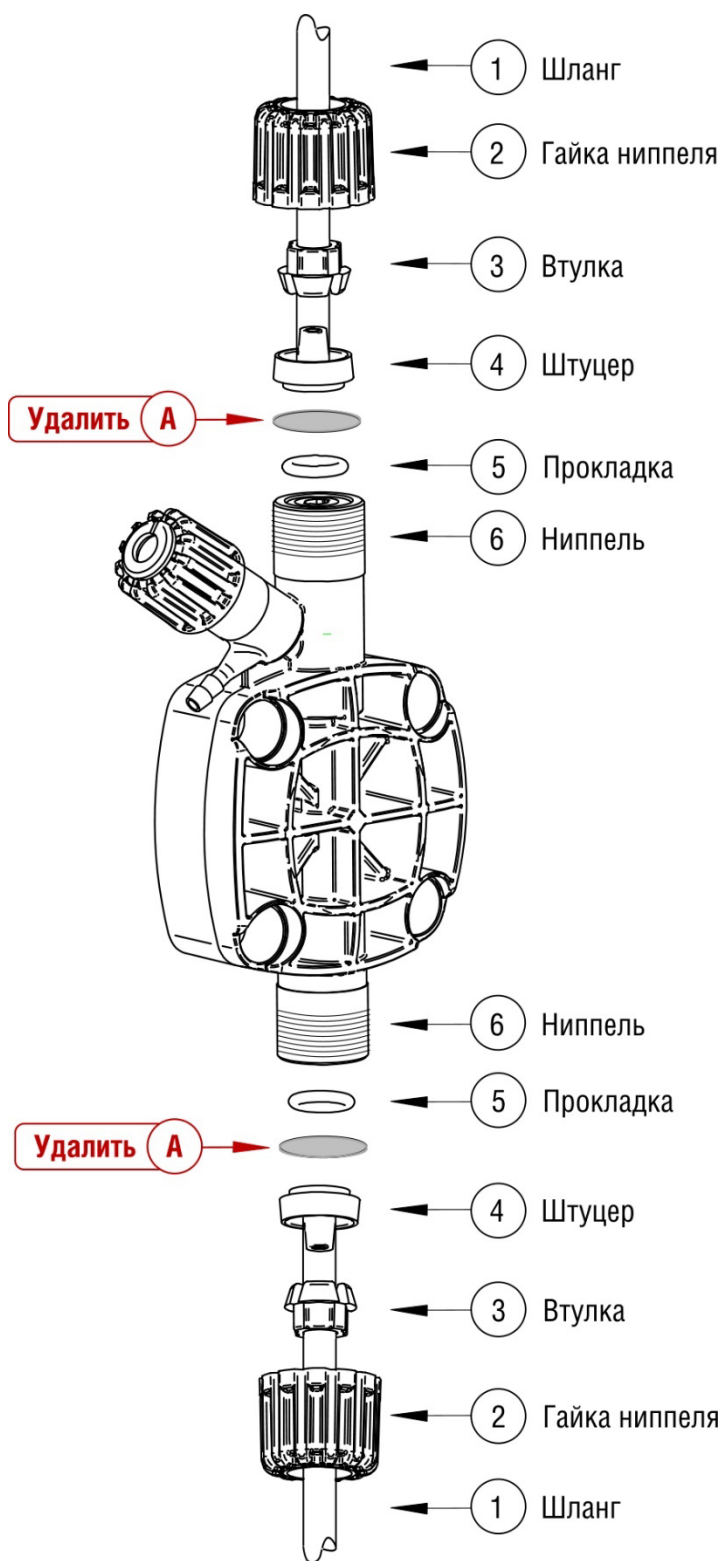

Рис. 4
- Отсоединить от сетевой розетки или отключить питание двухполюсным выключателем с минимальным расстоянием между контактами 3 мм (Рис. 4)
Порядок подсоединения шлангов забора и сброса реагента к головке насоса (Рис. 4):